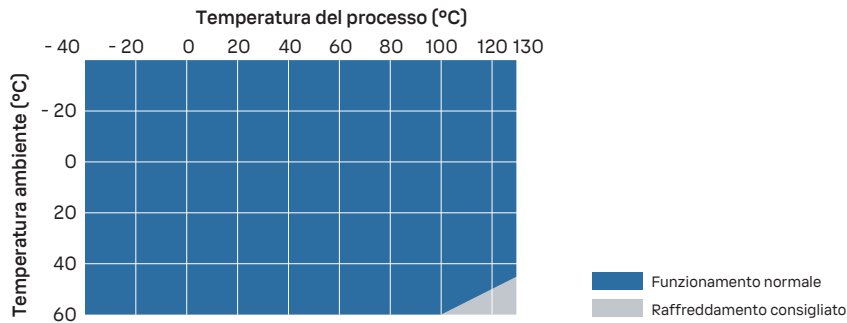

Figura 36 Temperatura di processo e raffreddamento consigliato
- Utilizzare un raffreddamento aggiuntivo in base a Figura 36 \(pagina 153\). Si noti che i valori in figura sono indicativi. Il raffreddamento richiesto dipende dal luogo di installazione e dall'ambiente.